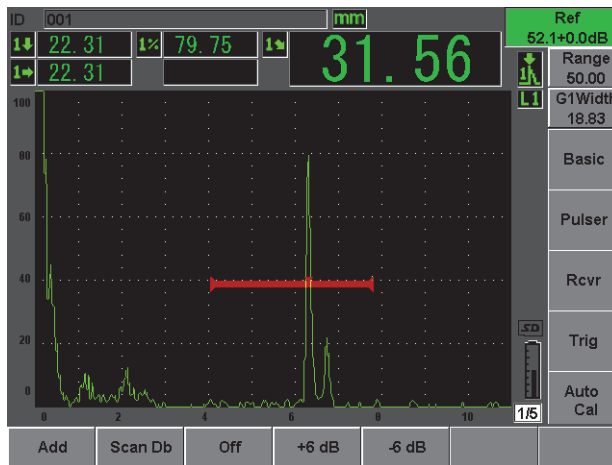

Figure 2-18 Réglage du gain de référence
4. Réglez la sensibilité en plaçant la porte 1 sur l'indication du trou ou de l'encoche de sensibilité et amenez l'indication à 80 % de la hauteur plein écran à l'aide de la fonction (**AUTO XX%**), et puis réglez le gain de référence en appuyant sur les touches [**2NDF**], (**REF dB**) [voir la Figure 2-18 à la page 48].